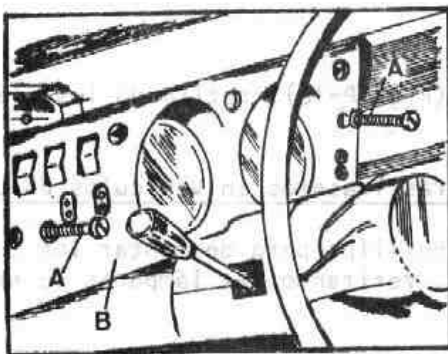

Fig. P-18 Tablero de instrumentos
- 1.3. Retirar los dos tornillos, A (Fig. P-18) de sujeción del panel de instrumentos, B, y separar éste del tablero.